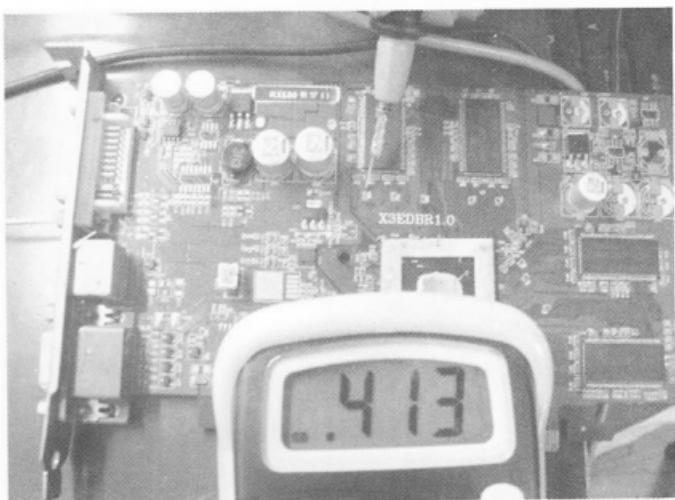

图 5-90 值 413 正常
(7) 打这两个控制线的值, 左边电阻靠近显存一端值为 413, 如图 5-90 所示。